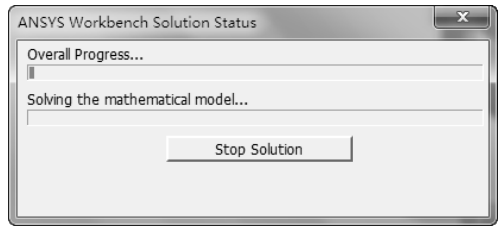

图 10-95 求解进度条
1) 单击工具栏上的【Solve】按钮  Solve ▾，启动求解，系统弹出进度条，表示正在求解。求解完成后进度条自动消失，如图 10-95 所示。